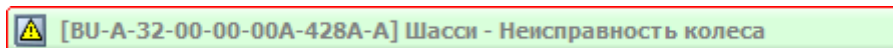

Рис. 6.1
4. Дайте модулю данных название, введите код (Рис. 6.1).